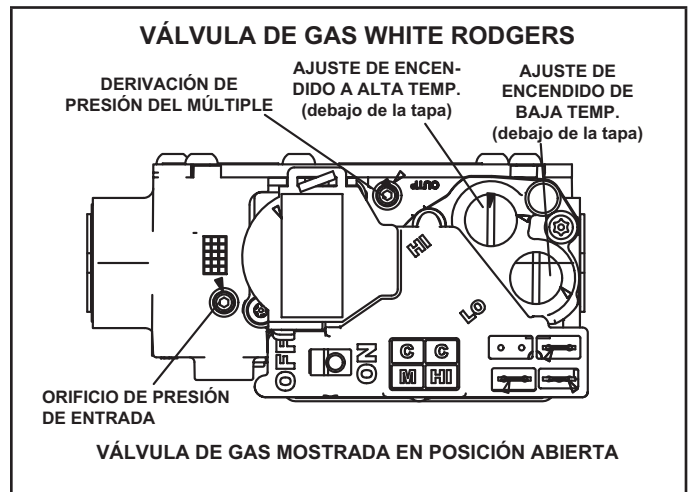

Figura 66
Operación de la válvula de gas (Figura 66)
- 8 - Mueva el interruptor de la válvula de gas a la posición ENCENDIDO. Ver Figura 66.
Un tapón roscado en la válvula de gas permite acceso a la presión de suministro. Ver Figura 66. Retroceda el tornillo hexagonal de 3/32 una vuelta, conecte un tubo de 5/16 y conéctelo a un manómetro para medir la presión de suministro. Ver la TABLA 21 para la presión de la línea de suministro.
Un tapón de presión del múltiple en la válvula de gas permite acceso a la presión del múltiple. Ver Figura 66. Retroceda el tornillo hexagonal de 3/32 una vuelta, conecte un tubo de 5/16 y conéctelo a un manómetro para medir la presión del múltiple.